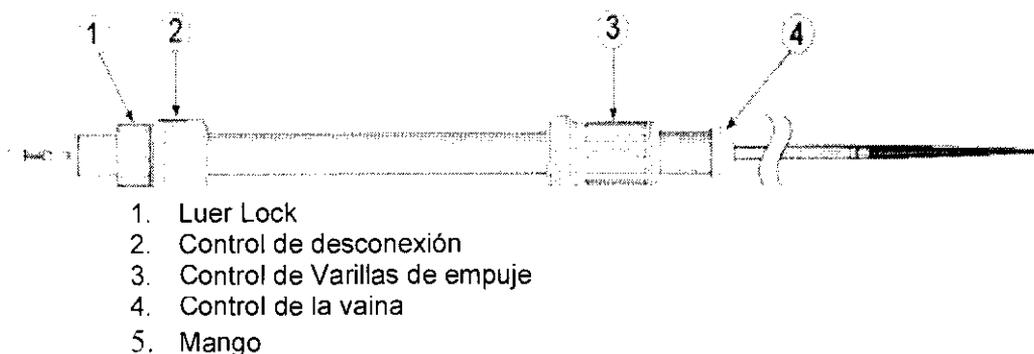
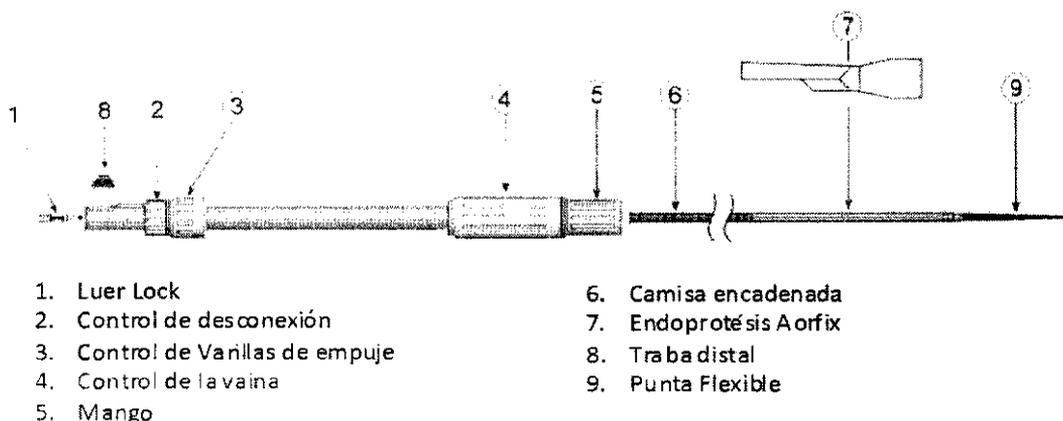

Figura 2 Dispositivo de entrega de Rama Contralateral
Figura 3 Dispositivo de entrega del Cuerpo Principal
El sistema de entrega del dispositivo acoplable (contralateral) esta ilustrado en la Figura 2., y el cuerpo principal del sistema se encuentra ilustrado en la Figura 3.
- Utilizando solución salina heparinizada estéril. Enjuagar el lumen central del sistema de entrega a través del puerto luer lock. Ver Figura 3.
Asegúrese de que la traba distal (Figura 3) este fijada en el sistema de entrega del cuerpo principal antes de comenzar actividades de implante.